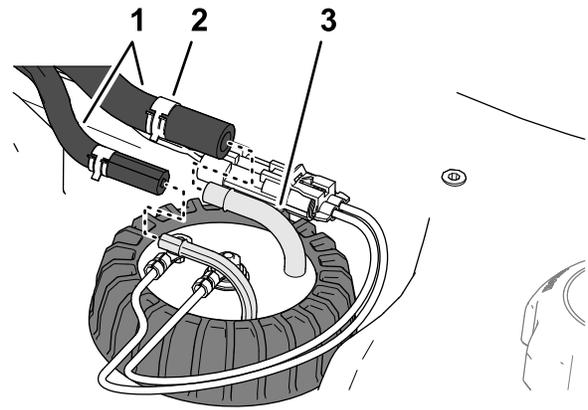

Figura 129
5. Montate il flessibile sui raccordi del trasmettitore di livello carburante e fissate i flessibili ai raccordi con i serratubi (Figura 129).